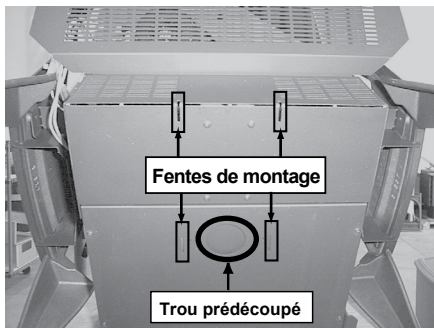

Figure 20.1
1. **Figure 20.1** montre le bas du ventilateur de convection et l'ouverture prédécoupée du conduit d'évacuation à titre de référence seulement. Le canal d'air doit être fixé avec le poêle en position verticale.